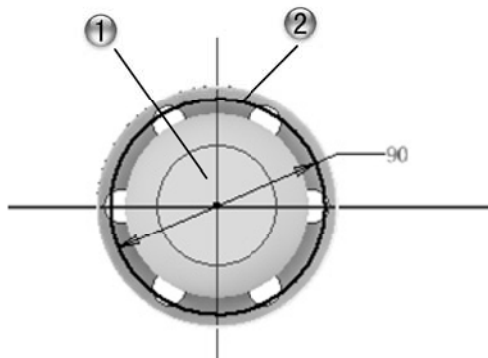

图 1-41 绘制圆形草图
① 选择模型平面, 绘制二维图形。
② 单击【草图】选项卡【创建】面板中的【圆】按钮, 绘制直径为 90 的圆形, 如图 1-41 所示。